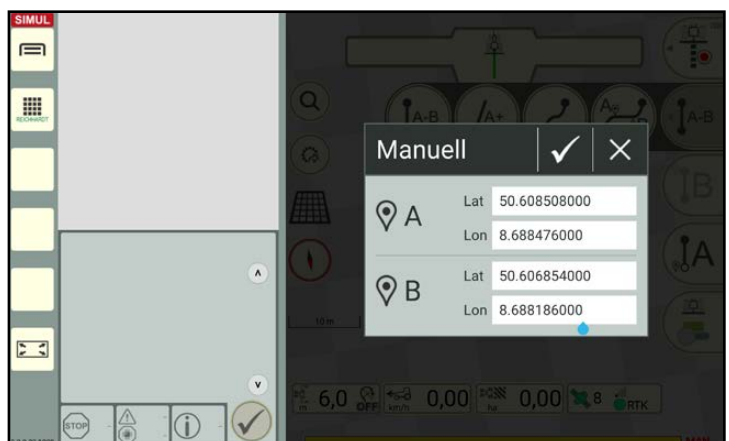

Abb. 94: Koordinaten eingeben
Daraufhin erscheint ein Fenster, in dem Sie die Koordinaten für einen A-Punkt (Anfang) und B-Punkt (Ende) eingeben können (siehe Abb. 94).
-  Tippen Sie auf das X im Koordinaten-Eingabefenster (siehe Abb. 94), um die Referenzspurerstellung zu verwerfen.
Tippen Sie auf den Haken im Koordinaten-Eingabefenster (siehe Abb. 94), um Ihre Eingabe zu bestätigen und die Erstellung der Referenzspur abzuschließen.